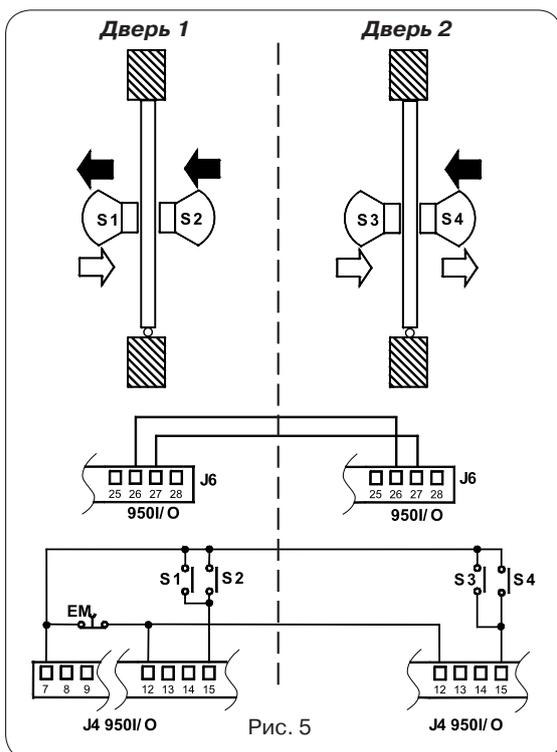

Рис. 5
- Соедините платы 950I/O двух автоматизированных систем с сенсорами, как показано на рис. 5.